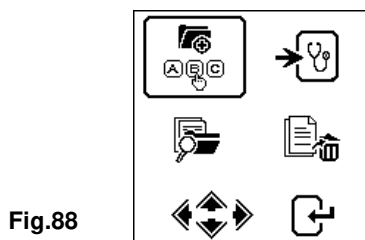

Fig.88
1. Aller sur le menu principal du testeur (Fig.88), sélectionner « Visualiser tous les tests en mémoire » (Fig.89):